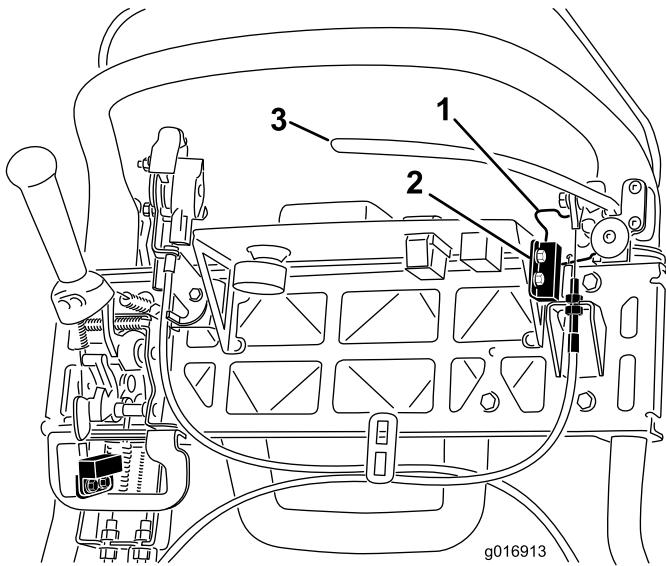

図 39
4. インタロックスイッチを固定しているねじをゆるめる図39。
5. 駐車ブレーキのラッチとインターロックスイッチとの間に厚さ 1.6 mm のシムをはさむ 図 39。